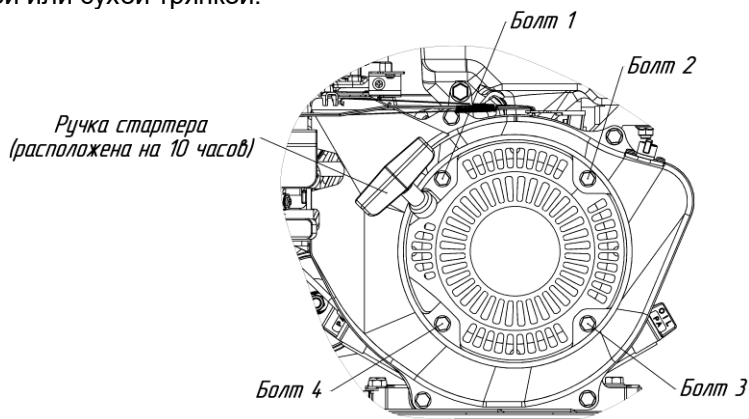

Рис.17. Схема крепления стартера на двигателе
- открутить 4 болта (см. рис.17);
- установить стартер на место таким образом, чтобы ручка стартера была расположена на 10 часов (см. рис.17);
- закрутить 4 болта (см. рис.17).